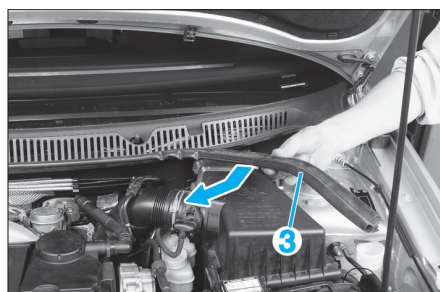

Fig. 19
- Déposer le joint de la grille d'auvent (3) (Fig.19).